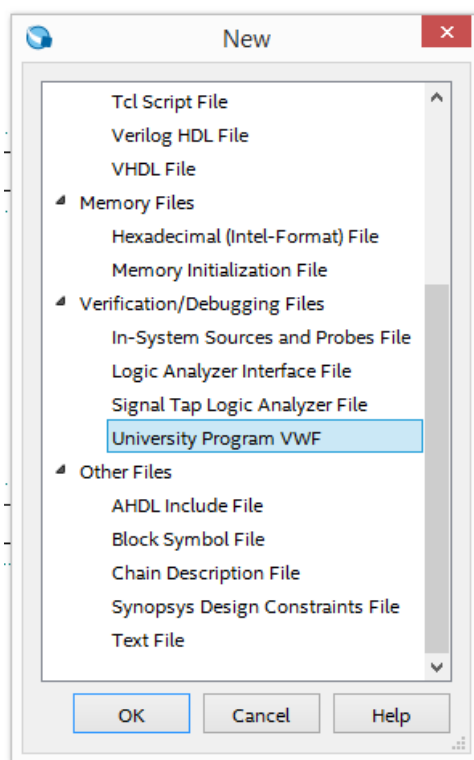
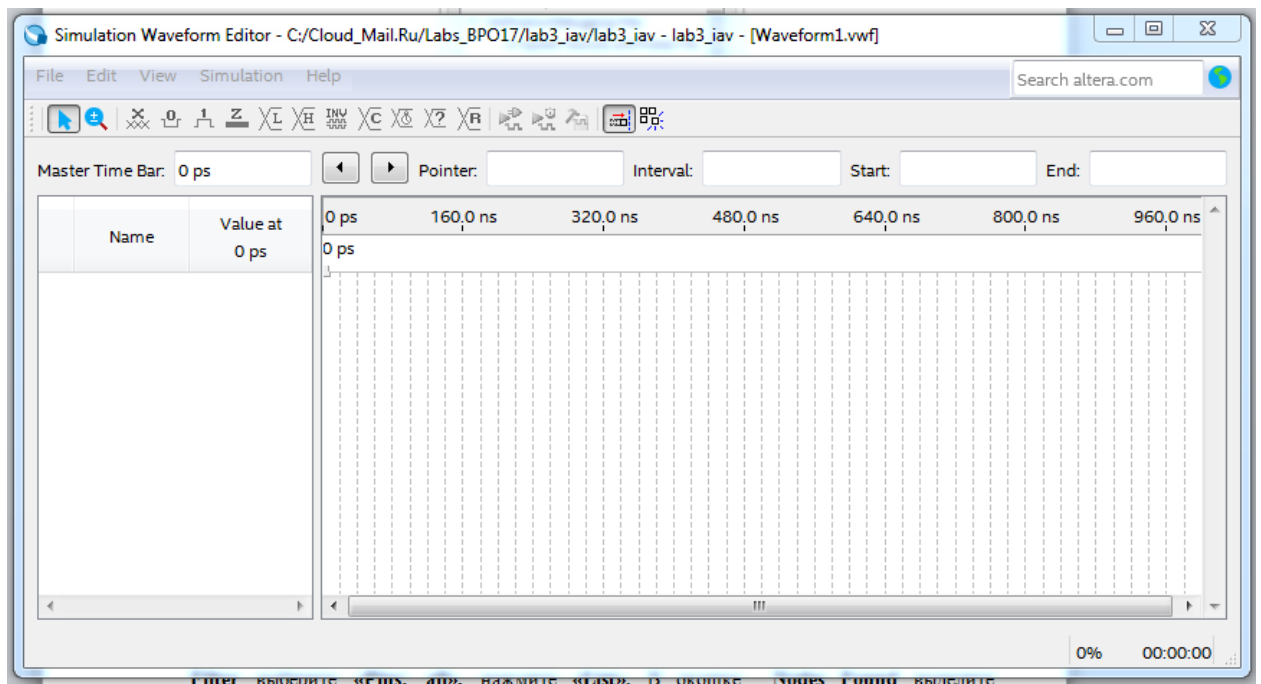

Рис. 31 Окошко выбора типа создаваемого файла симуляции (Verification/Debugging File)
Рис. 32 Окно редактора Simulation Waveform
6.4. Выполните **File -> New**, откроется окошко (рис.31) с выбором типов создаваемых файлов. Выберите **University Program VWF**, далее «**OK**». В результате откроется окошко редактора эпюр симуляции (**Simulation Waveform Editor**) (рис. 32).